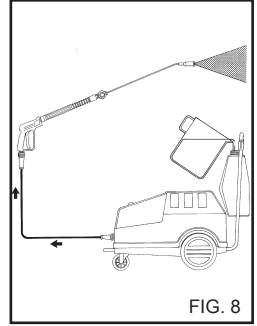

FIG. 8
- 1) Después del uso con detergente, aclarar el circuito de aspiración; introducir el tubo de aspiración del detergente (fig. 8) en un bidón de agua limpia y hacer funcionar la bomba durante 1 minuto con el grifo de dosificación completamente abierto y la lanza en fase de suministro de detergente.
4) Después del uso con detergente, aclarar el circuito de aspiración, introducir el tubo de aspiración (fig. 8) del detergente en un bidón de agua limpia y hacer funcionar la bomba durante 1 minuto y la lanza en fase de suministro del detergente.